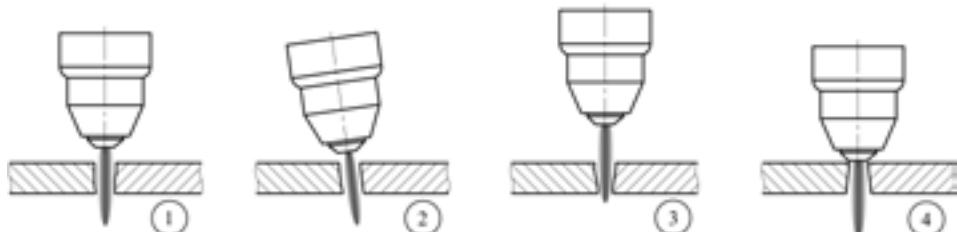

Рис. 7.7. Влияние угла наклона на качество реза.
- Угол наклона плазмотрона относительно разрезаемого металла (см. рис. 7.7).